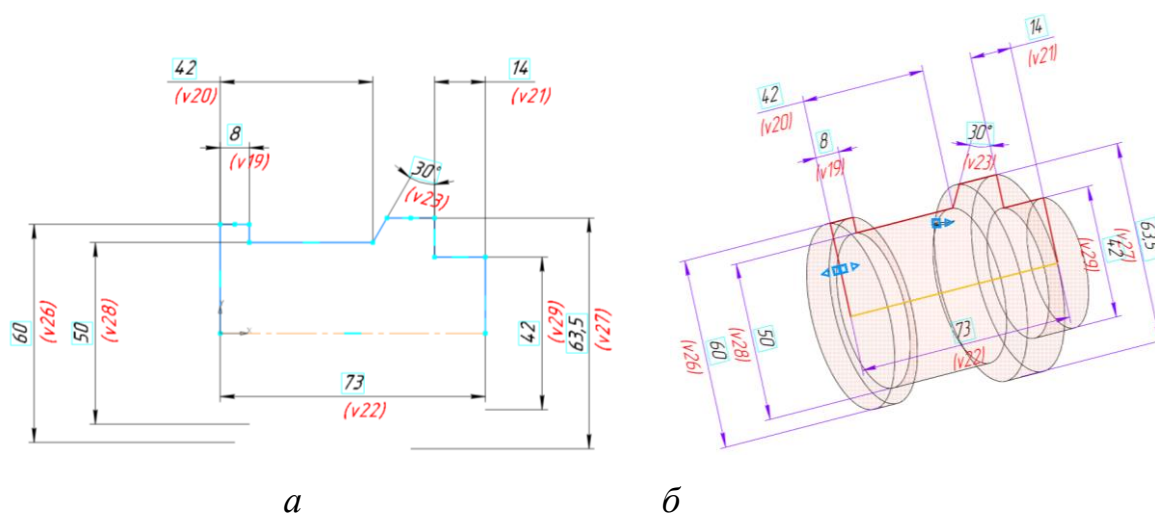

Рис. 7 Наружная поверхность модели: *а* – Эскиз 1, *б* – Команда «Элемент вращения 1»
0, 0) и первая точка отрезка, Выравнивание отрезков по горизонтали и вертикали; размерные зависимости (рис. 7).
- **Твердотельное моделирование – Элементы тела – Элемент вращения.** Параметры команды Элемент вращения: результат – Объединение; сечение – Эскиз 1; ось вращения – Эскиз 1; угол поворота – 360^0 (см. рис. 7).